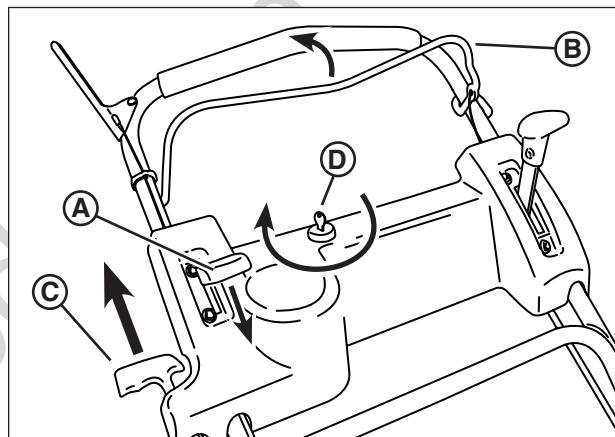

Figure 3 : Démarrer la tondeuse
1. Déplacer la commande du régime du moteur (**A**, Figure 3, si équipé) à la position rapide (Lapin).